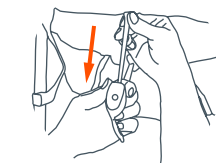
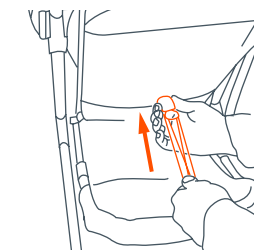

Fig. 9a
Fig. 9b
- 9) • Pour incliner le siège, desserrer la sangle et ajuster à l'inclinaison désirée (Fig. 9a). Pour placer le dossier du siège dans une position verticale, appuyer sur l'arrière du siège d'une main tout en tirant sur la sangle avec l'autre (Fig. 9b).